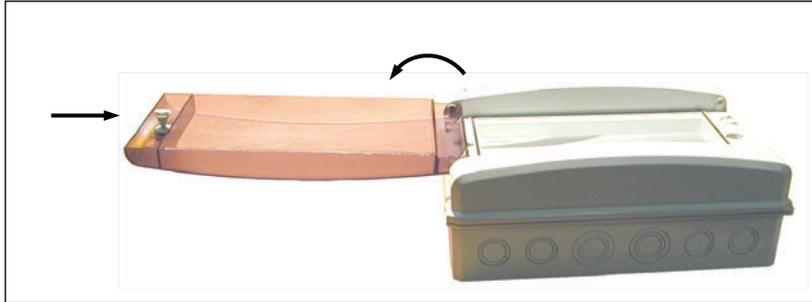

Fig. 17
- Retirer le vitrage pivotant (Fig. 17).